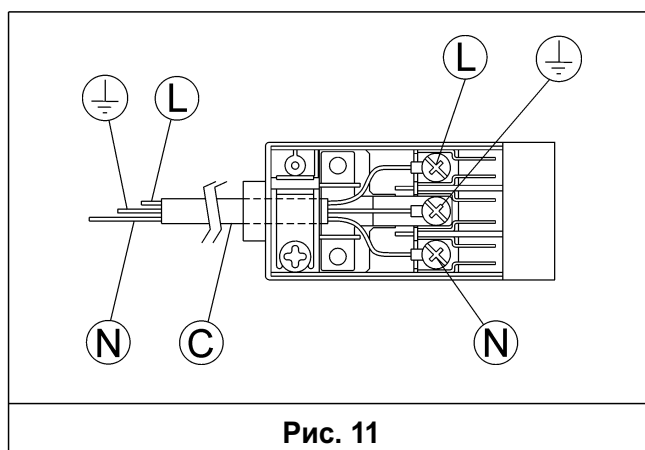

Рис. 11
- Подсоедините провода, как показано на рис. 11, следующим образом: